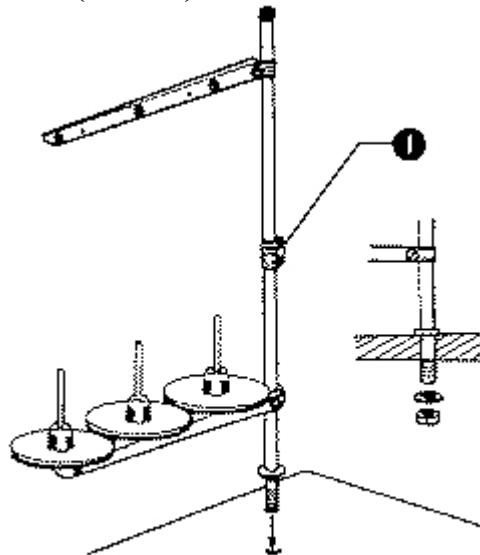

рис.16
8. Установка бобинодержателя. (Рис. 16)